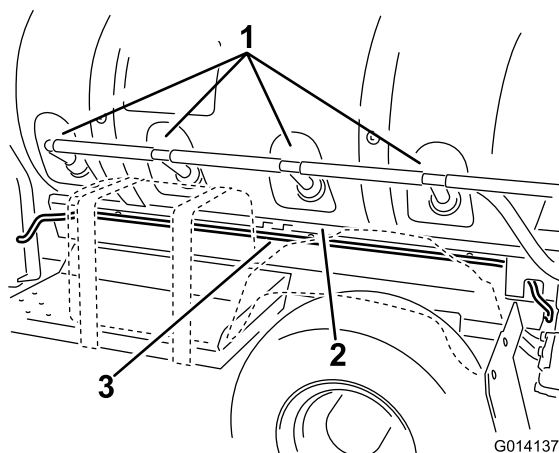

図 15
2. タンクスキッドに沿って、攪拌ポートの下を通してハーネスを車両前方へ引き、バッテリーボックスまで引き出す（図 15）。ケーブルタイ（3本）を使用して、ハーネスをフレームに固定する。